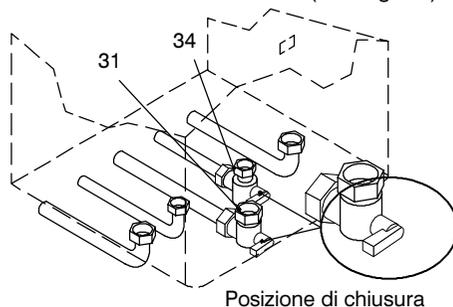

fig. 7.2
- 1 Chiudere il rubinetto entrata (34 in fig. 7.2)